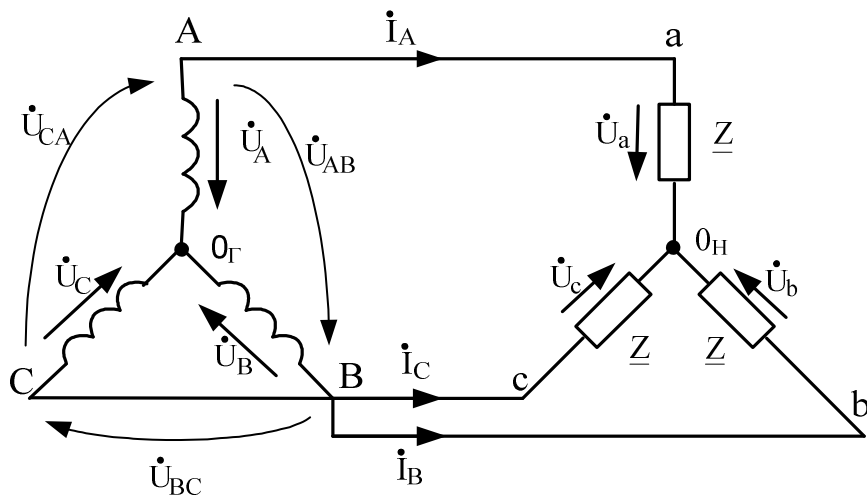

Рис. 5.2
5.2.2. Основные соотношения для симметричной трехфазной цепи, соединенной по схеме «звезда-звезда» без нулевого провода (схема на рис.5.2):